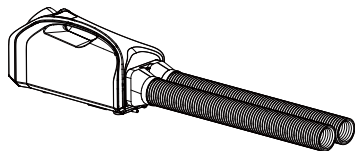

图 1
- a. 将两根导风管旋入热风接管组件有螺纹的一端，如图 1。